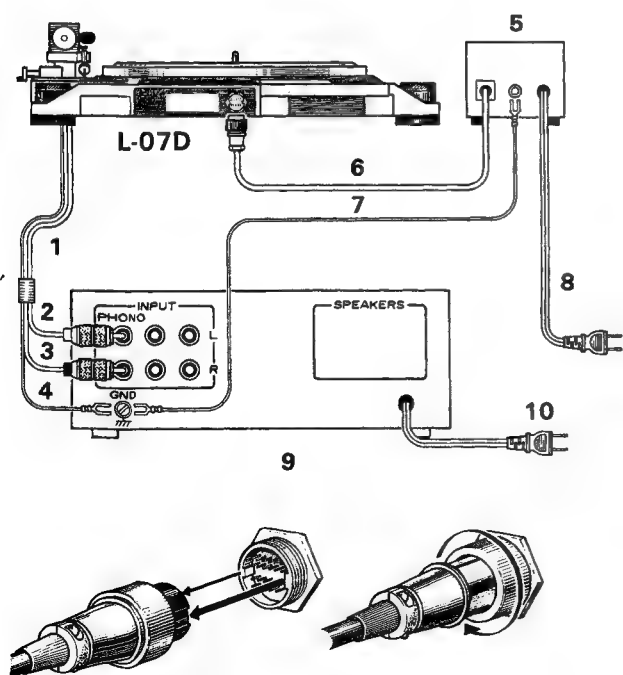

Fig. 9
1. Raccorder le cordon de commande au connecteur placé à l'arrière de l'appareil. Comme indiqué Fig. 9, le connecteur comporte différentes rainures; il est de type verrouillage à vis. Introduire correctement et serrer la vis pour verrouiller le connecteur.
1. Den Steckverbinder am Ende des mit dem Steuergerät fest verbundenen Steuerkabels an die aus Fig. 9 ersichtliche Buchse auf der Rückseite des Plattenspielers anschließen. Der Steckverbinder hat zwei verschiedene Nuten und Führungsrippen, die ein falsches Einsetzen in die Buchse des Plattenspielers verhindern. Nach Anschluß des Steuerkabels die Überwurfmutter des Steckverbinders festziehen.
2. Das mitgelieferte Erdungskabel mit den GND-Klemmen des Steuergeräts und des Verstärkers verbinden. Siehe Fig. 9.
1. Verbindt de regelkabel met de aansluiting aan de achterzijde van de platenspeler. Zoals in fig. 9 is te zien, heeft de connector twee verschillende soorten groeven en ribbels en heeft schroefvergrendeling.
1. Anslut kontrollkabeln till kontakten på skivspelarens baksida. Som visas på bild 9 har kontakten två olika typer av styrspår och låses fast med gänga. Sätt i kontakten korrekt och skruva fast den.
3. Anslut signalkabeln till förstärkarens PHONO-kontakt och jordkabeln till jordkontakten (se bild 9).